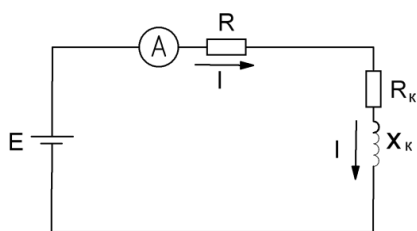

Рис.1
1. Собрать на стенде схему (Рис.1). Измерить ток, напряжение на катушке индуктивности и активное сопротивление катушки.